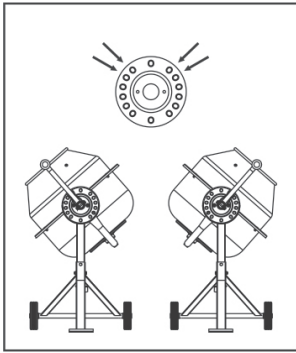

Fig.13
- Positionner l'axe du tambour pour le chargement du mortier comme illustré à la figure 13.